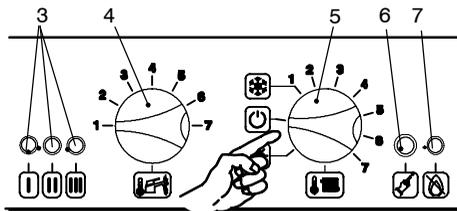
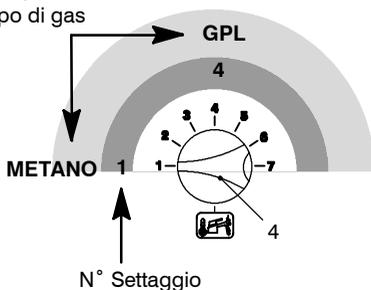
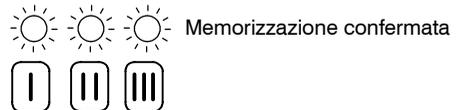

fig. 8.3
fig. 8.6
fig. 8.8
- 1 Ruotare il selettore di funzione 5 come in fig. 8.3
- 2 Posizionare il selettore 5 come indicato in fig. 8.3; la lampada di segnalazione 3 lampeggia ad intermittenza circa ogni 4 secondi.
- 4 Tenere premuto il pulsante di ripristino 6 in fig. 8.3 per circa 10 secondi, la lampada di blocco 7 in fig. 8.3 inizierà a lampeggiare.
- 6 Premere il pulsante di ripristino 6 in fig. 8.3 tante volte (4 volte) fino alla visualizzazione delle spie di segnalazione 3 in fig. 8.3 come in fig. 8.5 (leggenda spie fig. 8.2).
Per visualizzare il settaggio impostato tenere premuto il pulsante di ripristino 6 in fig. 8.3 per circa 5 secondi. Le spie di segnalazione 3 in fig. 8.3 lampeggeranno un numero di volte pari al settaggio (fig. 8.6).
- 7 Per cambiare il settaggio ruotare la manopola regolazione temperatura sanitari 4 in fig. 8.3 e posizionarla per il **tipo di gas** prescelto fig. 8.6 (nella figura es. manopola settata per **gas Metano**), la lampada di segnalazione blocco 7 in fig. 8.3 lampeggia velocemente.
- 8 Per memorizzare il settaggio premere il pulsante di ripristino 6 in fig. 8.3 per circa 5 secondi, le spie di segnalazione 3 in fig. 8.3 lampeggiano tutte quante simultaneamente come in fig. 8.8 (leggenda spie fig. 8.2)